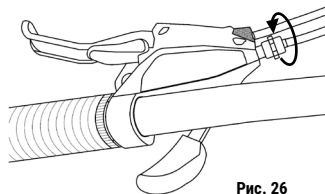

Рис. 26
5. Переключите левый шифтер в положение, соответствующее маленькой звёздочке шатунов и закрутите по часовой стрелке до упора гайку-регулятор натяжения троса на шифтере (рис. 26).